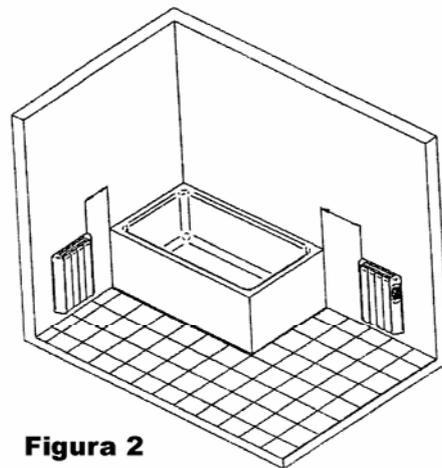

Figura 2
- Si el emisor se instala en un cuarto de baño o aseo deben de respetarse las medidas de seguridad de la figura 2.